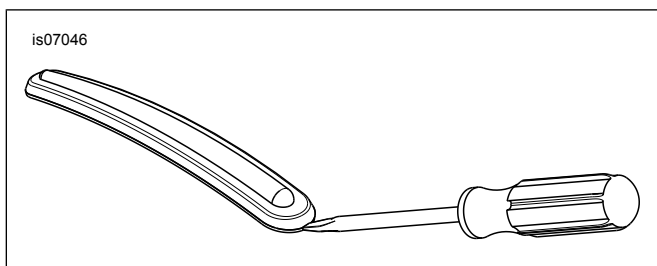

Figura 1. Quite la cinta decorativa del guardabarros
- b. Vea Figura 1. Inserte la punta del destornillador entre el bisel cromado y la cinta decorativa de caucho.